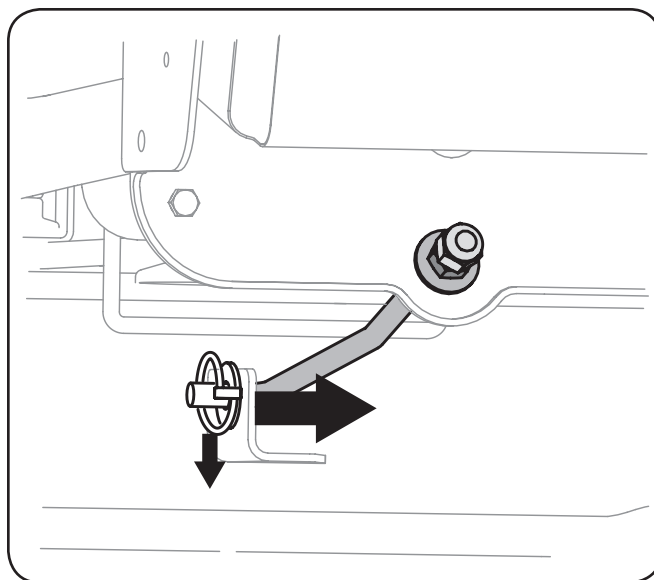

Figura 7-5
- Deslice suavemente la plataforma de corte hacia la parte delantera del tractor y con cuidado guíe los ganchos de la plataforma para extraerlos de la varilla estabilizadora de la plataforma. Vea la Figura 7-5.
- a. La Cubierta bajo Con el chasis del Cortacésped, Adjunte la barra estabilizadora. Véase la Figura 7-5.